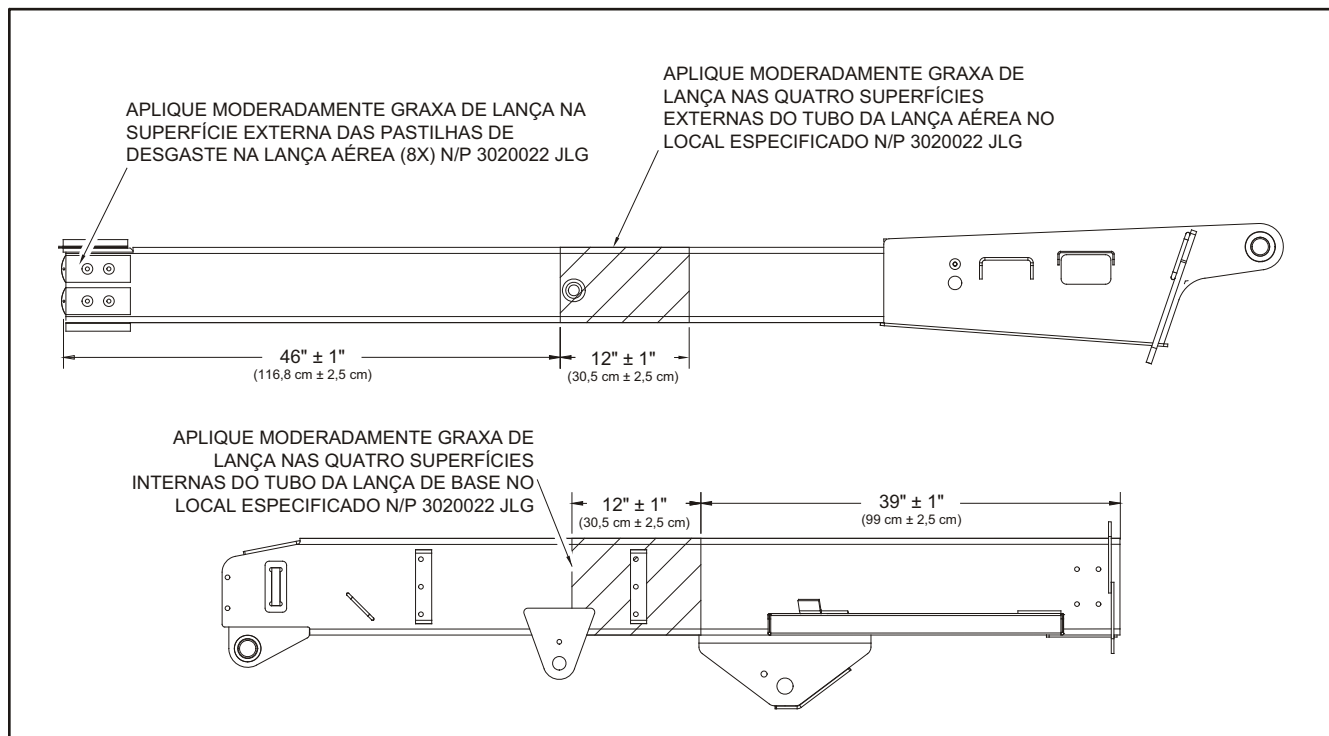

Figura 4-2. Instruções de lubrificação da lança
1. Lubrifique as seções da lança conforme mostrado na Figura 4-2., Instruções de lubrificação da lança.